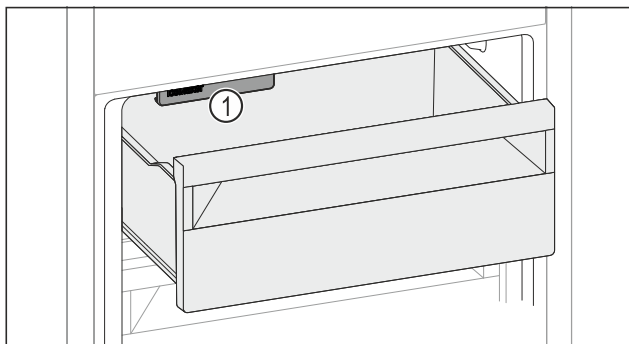

Fig. 101
- ▶ Ta hensyn til IceMaker Fig. 101 (1).